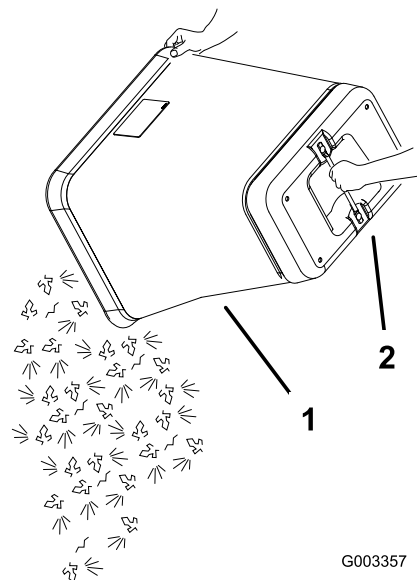

Figura 39
6. Segure a pega na parte inferior do saco e vire-o para esvaziar o saco (Figura 39).